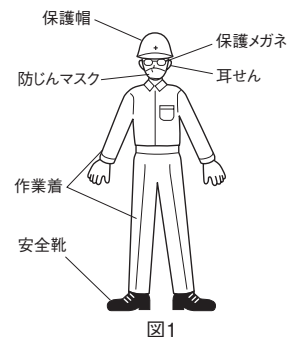

図1
- **作業に適した服装をしてください。** (図 1)
- **常に保護メガネを着用してください。** (図 1)
- **大きな騒音を発する場合は耳せんを着用してください。** (図 1)
- **防じんマスクを着用してください。** (図 1)